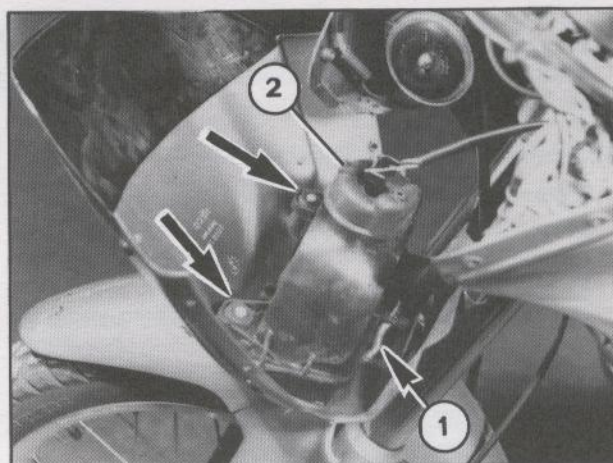

Fig. 6
- Svitare e togliere le due viti che fissano il faro al cupolino nella parte interna (Fig. 6).
- Svitare e togliere la vite (1 Fig. 5) recuperando la molla (1 Fig. 6).
- Togliere il cappuccio di protezione (2 Fig. 6).
- Unscrew and remove the two screws that anchor the headlamp to the internal part of the shield (Fig. 6).
- Unscrew and remove the screw (1 Fig. 5) retrieving the spring (1 Fig. 6).
- Remove the protection cap (2 Fig. 6).